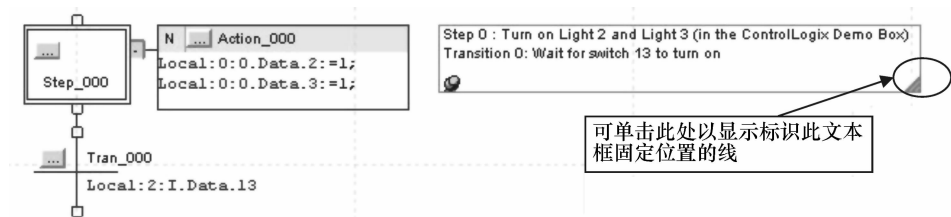

图 14-14 固定文本框
31. 尝试在附近移动该 Step，注意文本框会随之移动，如图 14-14 所示。